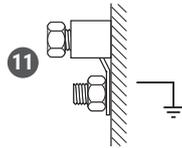

Abbildung 2.6. Schutzleiteranschluß am Gehäuse.
Den Schutzleiter der Stromleitung (PE) an die Anschlußklemme 62, den Kabelschuh des Schutzleiters auf der rechten Seite des Gehäuses (Abbildung 2.6) anschließen.